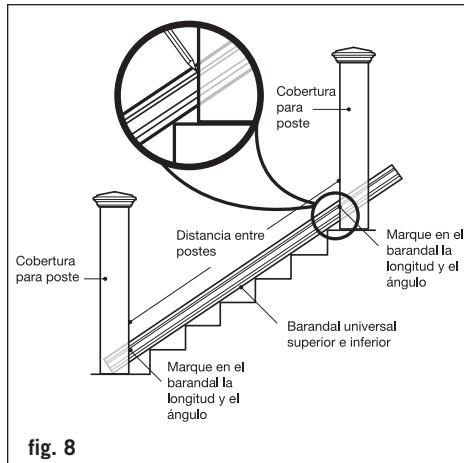

fig. 8
Étape 4 : Mesurez la distance entre les manchons de poteau installés pour déterminer la longueur des traverses du haut et du bas. Déposez la traverse inférieure sur les marches. Marquez l'angle et la longueur. Faites de même avec la traverse du haut. Taillez les traverses du haut et du bas avec le même angle. Utilisez une scie à métal pour tailler l'insertion d'aluminium à la même longueur et au même angle que la traverse du haut. Les pieds verticaux des traverses sont face au côté opposé des marches (figure 8).
Paso 4: Mida la distancia entre las coberturas para postes instaladas para determinar la longitud de los barandales superior e inferior. Coloque el barandal inferior en las escaleras. Marque el ángulo y la longitud. Haga lo mismo con el barandal superior. Recorte los barandales superior e inferior al mismo ángulo. Con una seguita, recorte el inserto de aluminio a la misma altura y ángulo que el barandal superior. Las patas verticales de los barandales están en dirección opuesta a las escaleras (Figure 8).